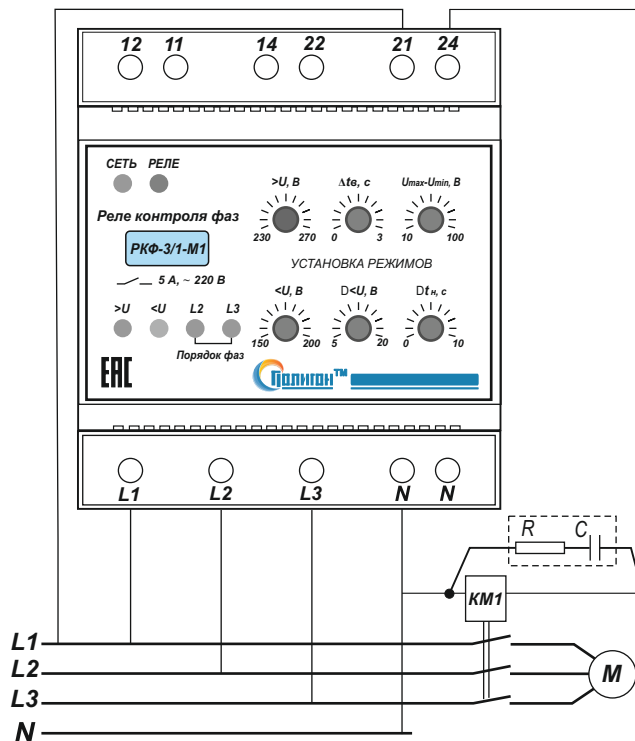

Рис. 1. Типовая схема подключения реле РКФ-3/1-М1.
4.3 Произвести подключение входной контролируемой сети, цепей управления и сигнализации согласно маркировке (рис.1): L1, L2, L3 — фазы; N — нейтраль; 12-11-14, 22-21-24 (NC-COM-NO) — переключающий контакт реле. Сечение силовых подключаемых проводов должно быть не более 1,5 мм кв.